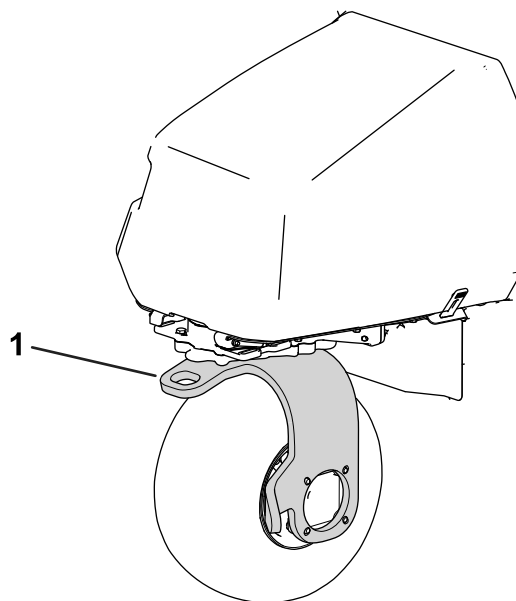

図 39
11. マシンの後キャストフォークに牽引ロープを取り付けて牽引する図 39。